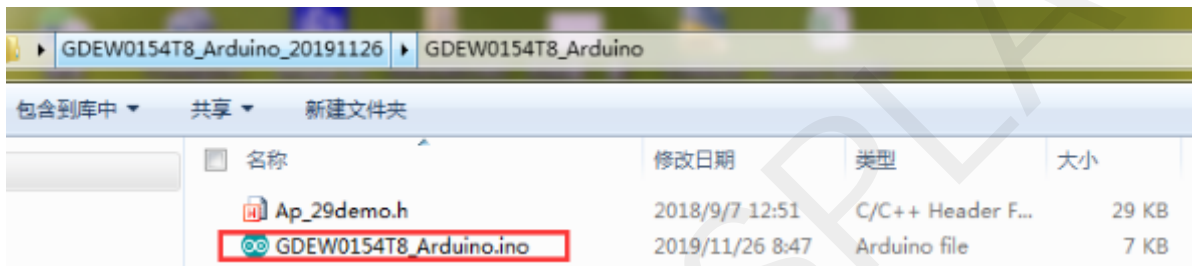

图 5 打开Arduino.ino工程文件
- 3) 用Arduino 1.8.6 打开图5所示驱动程序文件夹中的Arduino.ino工程文件。